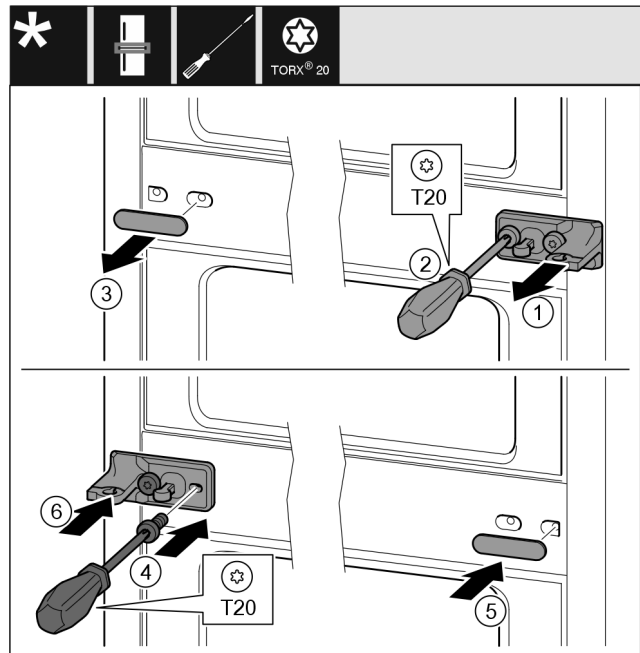

Fig. 12
- ▶ Stiahnite podložku Fig. 12 (1).
- ▶ Vyskrutkujte skrutky Fig. 12 (2) skrutkovačom.
- ▶ Opatrne stiahnite kryt Fig. 12 (3).
- ▶ Priskrutkujte ložiskovú konzolu s fóliou Fig. 12 (4) otočenú o 180° na druhú stranu.
- ▶ Pripevnite kryt Fig. 12 (5) otočený o 180° na druhú stranu.
- ▶ Nasuňte podložku Fig. 12 (6) spredu.